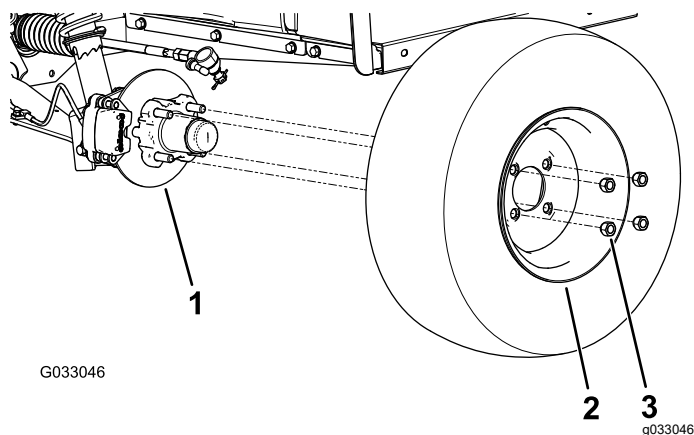

Figura 26
2. Retire as 4 porcas de rodas que prendem a roda ao cubo (Figura 26).
5. Prenda a roda ao cubo utilizando as porcas das rodas (Figura 26).
4. Alinhe os orifícios na roda com os pinos do cubo e monte a roda no cubo com a haste da válvula para fora (Figura 26).